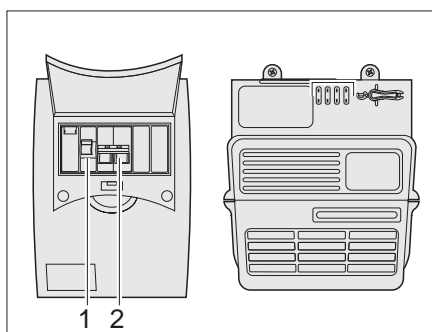

Fig. 96 Coffret de fusibles 230 V
Le fusible principal (Fig. 96,2) protège le courant d'entrée 230 V avec max. 10 A. En outre, un disjoncteur différentiel (Fig. 96,1) se trouve dans le coffret de fusibles.
- Activer et désactiver brièvement le disjoncteur de protection de circuit 230 V (voir Fig. 96) et l'interrupteur principal de la batterie (voir Fig. 89) pour interrompre le flux de courant.